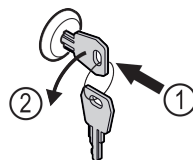

Fig. 179
- ▶ Zatlačte kľúč. Fig. 179 (1)
- ▶ Otočte kľúč o 90° v protismere hodinových ručičiek. Fig. 179 (2)